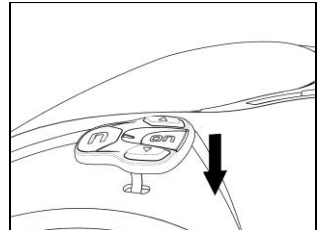

Fig. 26
- Faire passer le câble du clavier dans le trou présent dans la calotte extérieure (Fig. 26).